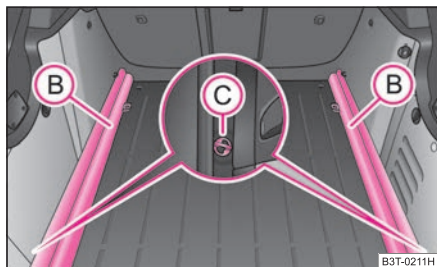

Fig. 81 Maletero: desmontar los rieles portantes
- Desbloquee los rieles portantes (B) girando las argollas de fijación intercambiables (C) a derecha, aprox. 90° ⇒ fig. 81.